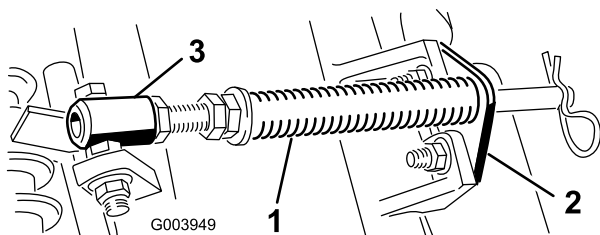

図 4
- A. カッティングユニットのタブにロッドブラケットを固定しているキャリッジボルト2本を外す 図4。
- B. スプリングチューブのボルトをキャリアフレームのタブに固定しているフランジナット 図 4 を外し、アセンブリを取り外す。